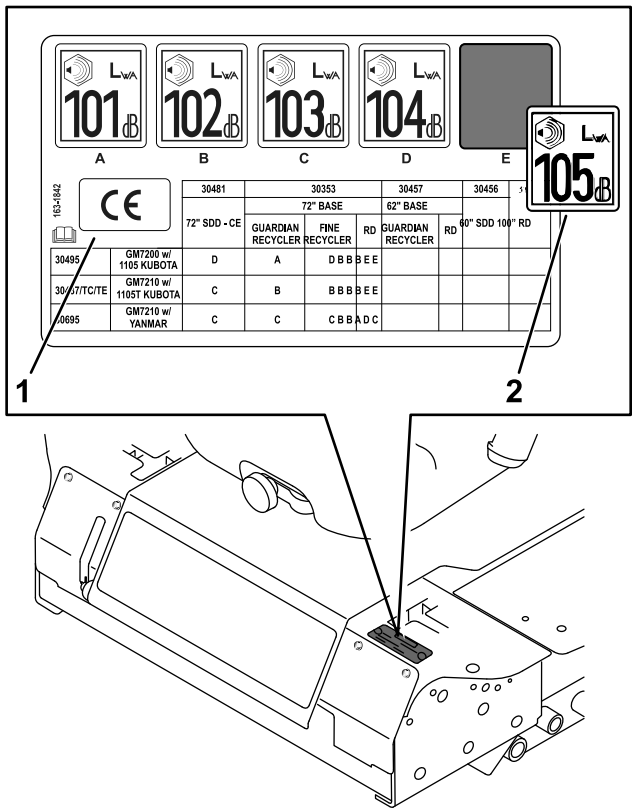

Figura 12
- Limpie a fondo la pegatina normativa y la zona cerca de la palanca de control de movimiento izquierda donde se aplicará la pegatina de sonido y la pegatina CE (Figura 12).
- Separe el papel protector de la sección de potencia sonora de la pegatina, aplíquela sobre la pegatina de normativa existente, cerca de la palanca de control de movimiento izquierda, como se muestra en la Figura 12, y apriete la pegatina con una rasqueta, usando pasadas solapadas desde el centro hacia los bordes.
- Separe el papel protector de la sección CE de la pegatina de sonido 163-1842 (Figura 12), aplique la pegatina donde haya espacio suficiente cerca de la pegatina de normativa, y apriete la pegatina con una rasqueta, usando pasadas solapadas desde el centro hacia los bordes.